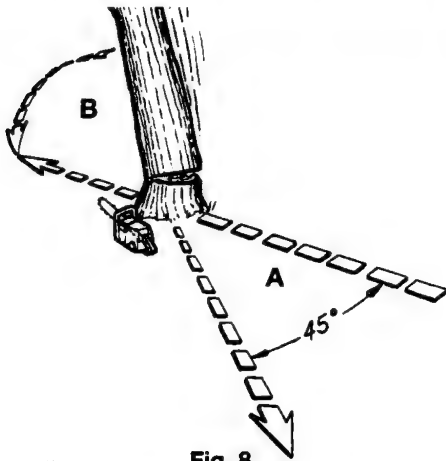

Fig. 8
AVERTISSEMENT: Il est nécessaire de prévoir une retraite (A) sûre, libre de tout obstacle avant d'entreprendre la coupe de l'arbre. Le chemin de dégagement devrait être situé à l'arrière et en diagonale de la direction de chute prévue; voir Fig. 8.
AVERTISSEMENT: Lorsque le trait d'abattage se rapproche de la charnière, l'arbre devrait commencer à tomber. A ce moment, enlever la tronçonneuse de la coupe, arrêter le moteur, déposer la tronçonneuse, et quitter les lieux, utilisant votre voie de retraite (Fig. 8).